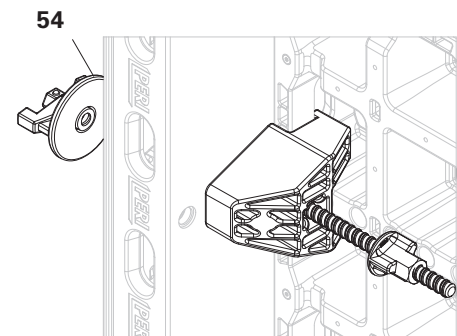

Fig. A3.09c
5. Insérer l'ancrage pour angle DUO (23.2) dans le connecteur d'angle DUO (23.1) et le panneau multifonction. (Fig. A3.09c)
6. Serrer à la main, depuis l'arrière, à l'aide de l'écrou-disque DW 15 (54) ou de l'outil universel DUO.